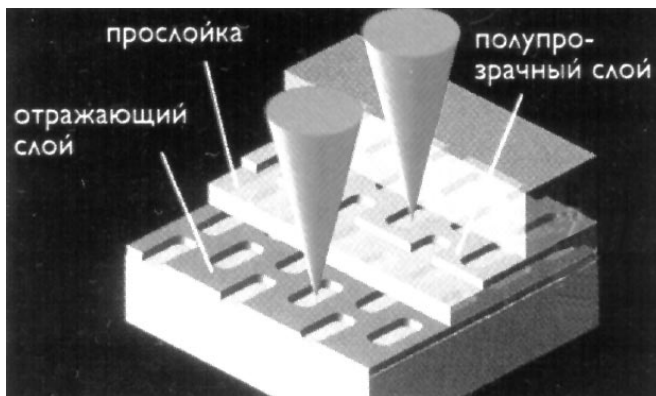
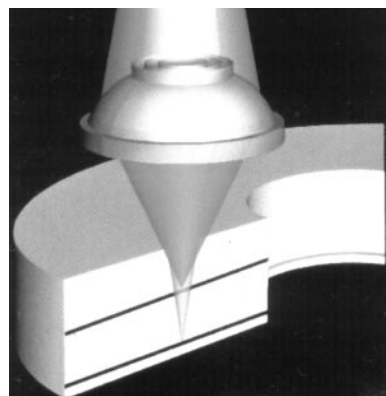

рис. 3
рис. 4
мы, что позволило сфокусировать луч на поверхности информационного слоя в пятно меньших размеров. Чтобы повысить качество фокусировки, потребовалось уменьшить толщину защитного слоя, который наносится поверх информационного, с 1,2 мм (CD) до 0,6 мм (DVD). А поскольку толщина диска должна сохраниться стандартной (1,2 мм), появилась возможность создать двухслойные DVD – диски, имеющие два информационных слоя толщиной 0,6 мм каждый. Поверх внутреннего информационного слоя, выполненного по стандартной технологии, наносится полупрозрачный внешний (рис. 3). При воспроизведении двухслойного диска универсальная оптическая головка с переменным фокусным расстоянием считывает информацию сначала с внутреннего слоя через полупрозрачный внешний, а затем автоматически перефокусируется на внешний слой (рис. 4). В некоторых моделях DVD – проигрывателей используются и две отдельные оптические головки.